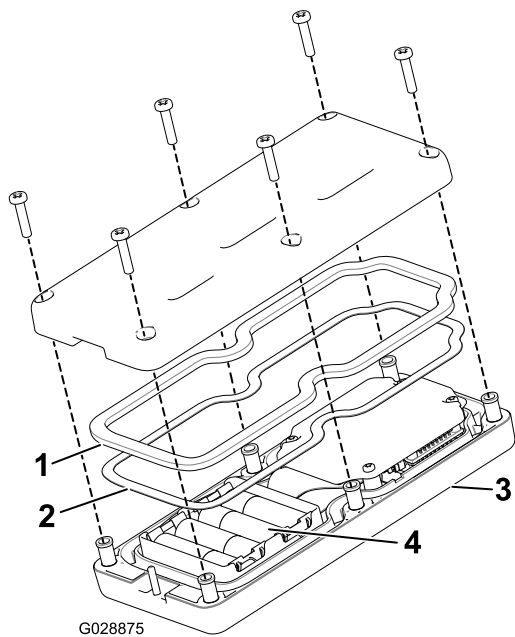

Figura 18
instaladas, a unidade não será danificada, mas não funciona.) O encaixe tem gravadas marcas de polaridade em cada terminal (Figura 18).
3. Certifique-se de que a junta de aço e o vedante de borracha estão encaixados no canal no comando remoto e volte a colocar a tampa traseira (Figura 18).
4. Prenda a tampa com seis parafusos (Figura 18) e aperte-os com uma força de 1,5 a 1,7 Nm.